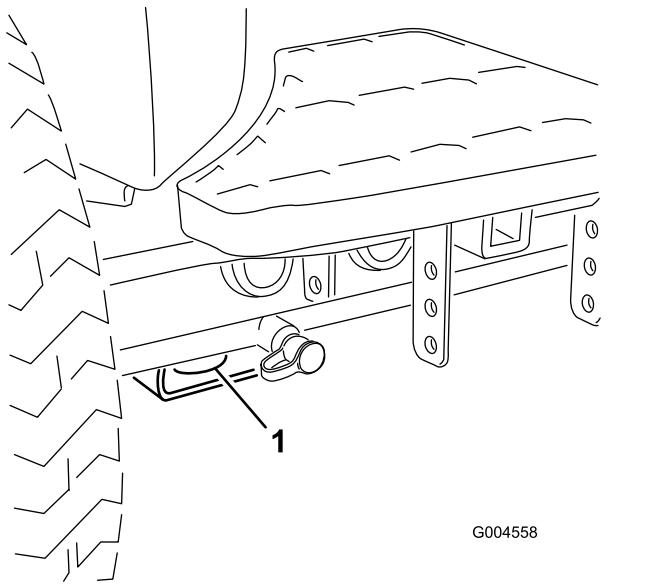

Bild 57
- Vorne: Loch im Rechteck unter dem Achsenrohr in jedem Vorderreifen (Bild 57).